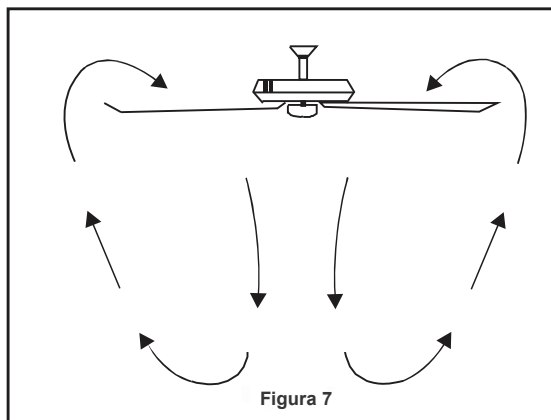

Figura 7
- **Clima cálido - (Hacia adelante)** Un flujo de aire descendente crea un efecto de enfriamiento, como se muestra en la (Figura 7). Esto le permite poner el aire acondicionado en un ajuste más alto sin afectar su comodidad.